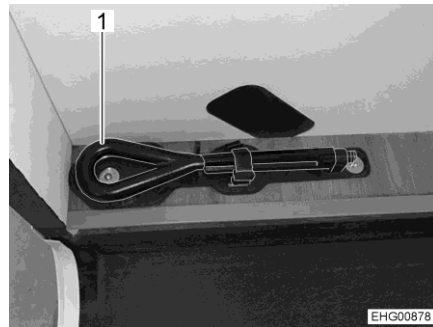

Fig. 1 Œillet de remorquage
- ▷ Il est décrit dans le mode d'emploi du véhicule porteur Ford que l'œillet de remorquage se trouve sous le siège passager. Dans le camping-car, l'œillet de remorquage (Fig. 1, 1) se trouve cependant dans une fixation sur le plancher surélevé du garage arrière.